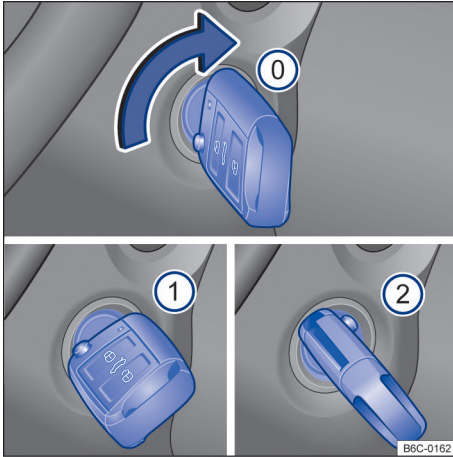

Fig. 87 Al lado del volante de la dirección, a la derecha: posiciones de la llave del vehículo en la cerradura de encendido.
Posiciones de la llave del vehículo → fig. 87
- ① Encendido desconectado. La llave del vehículo puede ser retirada.
- ① Encendido conectado.
- ② Pise el pedal del freno (*vehículos con transmisión automática*), o el pedal del embrague (*vehículos con transmisión manual*) y encienda el motor. Cuando el motor arranque, suelte la llave del encendido. Al soltar, la llave del vehículo vuelve a la posición → fig. 87 ①.
- *Vehículos con cerradura de encendido*: girar la llave del vehículo a la posición → fig. 87 ①. El encendido está conectado. En ese momento la luz de control del sistema de arranque en caliente  se encenderá en el instrumento combinado. Esperar a que la luz de control  se apague indicando el final del calentamiento del combustible (esta acción puede ser necesaria en condiciones de arranque con el motor frío).
- *Vehículos con cerradura de encendido*: gire la llave del vehículo en la tamber de ignición hacia la posición → fig. 87 ② – no acelerar. Cuando el motor comience a funcionar, soltar la llave del vehículo en la cerradura de encendido.
- *Vehículos con cerradura de encendido*: girar la llave del vehículo en la cerradura de encendido a la posición → fig. 87